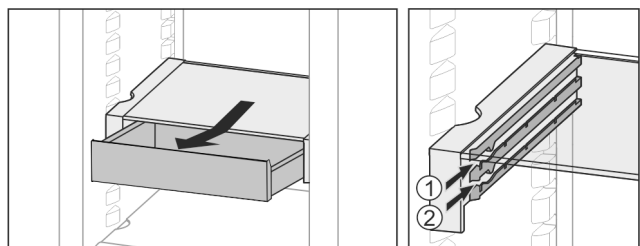

Fig. 38
- ▶ Вставити на будь-якій висоті Fig. 38 (1) або Fig. 38 (2).